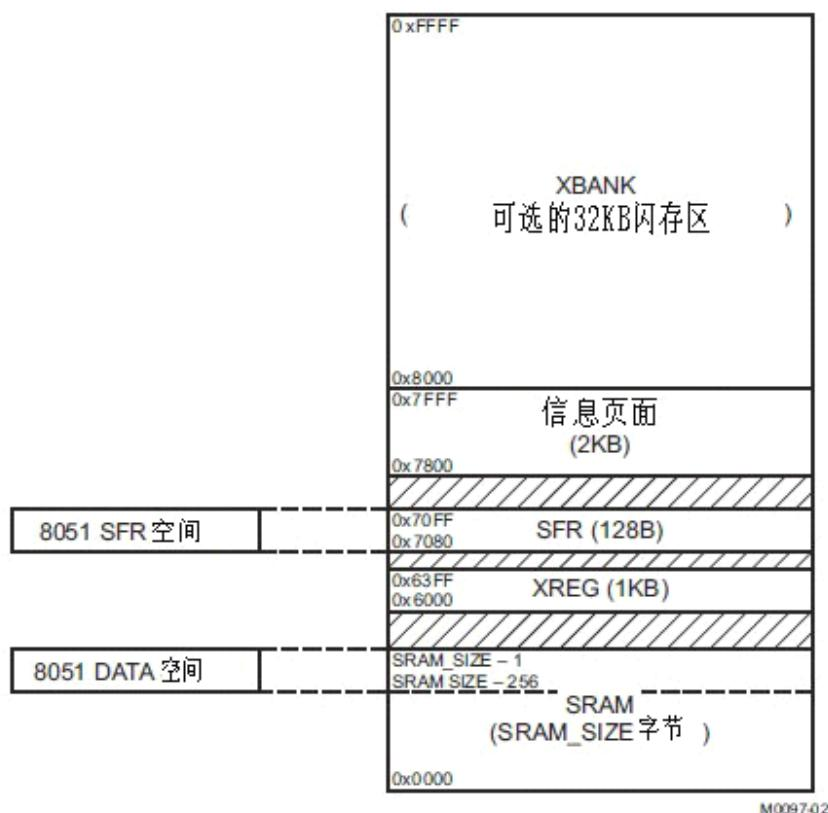

图 2-1 XDATA 存储空间 (显示 SFR 和 DATA 映射)
显示不同的物理存储器如何映射到 CPU 存储空间的存储映射见图 2-1 到图 2-3。可用的闪存区的编号取决于闪存大小的选项。
**XDATA 存储空间:** XDATA 存储映射见图 2-1。